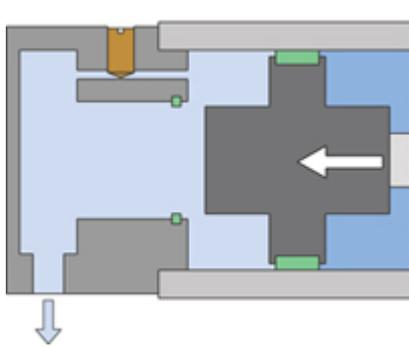

Abbildung 1
Wenn der Antriebskolben (5) des Zylinders in die Grundstellung fährt, wird die eingeschlossene Luft durch Luftanschluss (8) entlüftet (Abbildung 1).